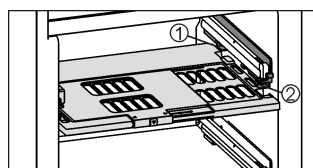

Fig. 8
- ▶ Introduzir placa reguladora de umidade: Introduzir filetes de topo da placa por baixo na retenção posterior Fig. 8 (1) e encaixar na frente na fixação Fig. 8 (2) prevista.